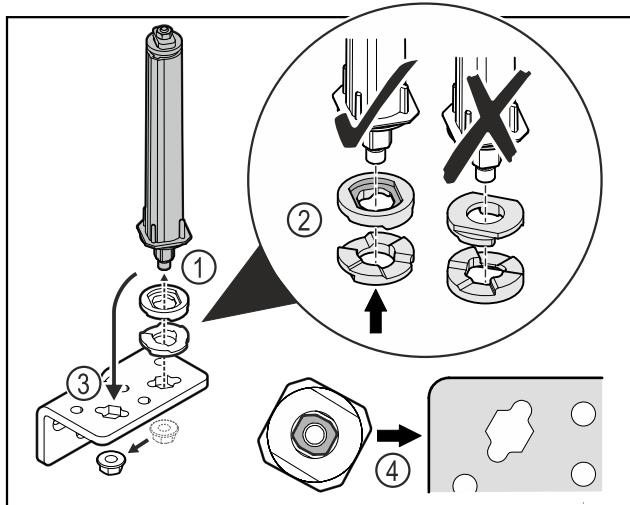

Fig. 40
- ▶ Λύστε το παξιμάδι και αφαιρέστε το σύστημα κλεισμάτων πόρτας Fig. 40 (1).
- ▶ Βεβαιωθείτε για τη σωστή ευθυγράμμιση των ροδελών ρύθμισης ύψους Fig. 40 (2).
- ▶ Μεταφέρετε το σύστημα κλεισμάτων πόρτας στη γωνία μεντεσέ και στερεώστε με το παξιμάδι Fig. 40 (3).
- ▶ Κατά την τοποθέτηση βεβαιωθείτε για τη σωστή ευθυγράμμιση του συστήματος κλεισμάτων πόρτας Fig. 40 (4).